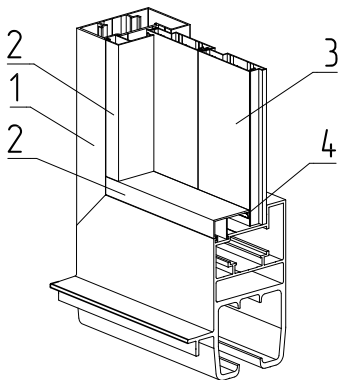

Рис. 31. Установка штапиков с уплотнителем FRK12:
1. По контуру установить штапики **2** совместно с уплотнителем **4** (рис. 31).